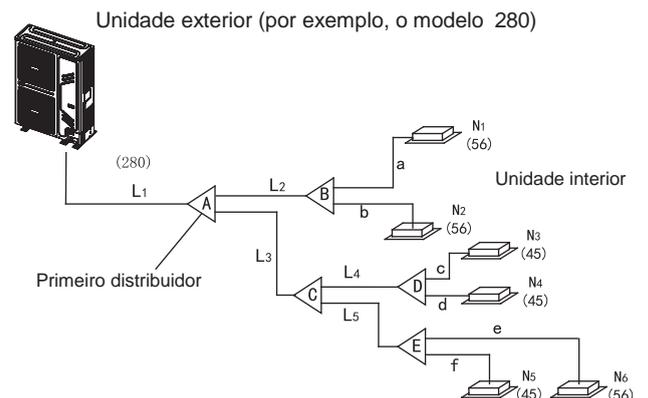

Fig.4-6
- Tubo principal (ver Fig. 4-6 e Tabela 4-4)
Na Fig.4-6, o tubo principal L1, a capacidade da unidade exterior é de 28 kW e verifique a Fig.4-6, o comprimento do tubo gás/líquido é de  $\Phi 22,2/\Phi 9,5$ . O comprimento total equivalente dos tubos do lado líquido e dos tubos do lado gás é de  $> 90\text{m}$ . Em seguida, verifique a Tabela 4-4, o comprimento do tubo de gás/líquido é  $\Phi 25,4/\Phi 12,7$  e de acordo com o princípio do valor máximo,  $\Phi 25,4/\Phi 12,7$  deve ser aplicado.